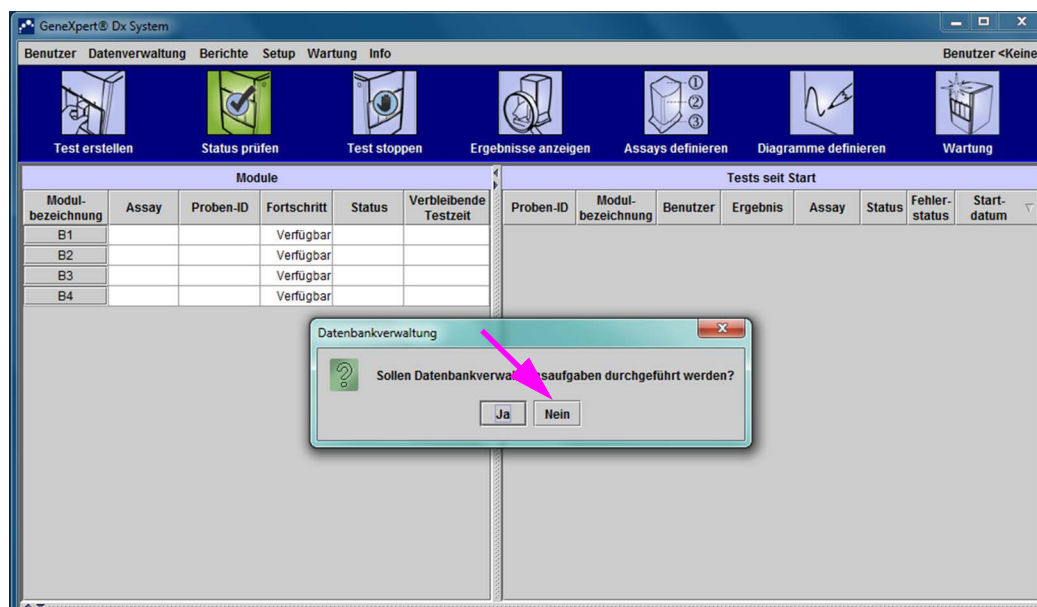

Abbildung 2-53. GeneXpert Dx System-Fenster mit überlagertem Dialogfeld „Datenbankverwaltung“
1. Klicken Sie im Dialogfeld „Instrumentenkennbuchstaben zuweisen“ auf **OK**, um die zugewiesenen Kennbuchstaben zu quittieren. Daraufhin schließt sich das Dialogfeld. Das Dialogfeld „Datenbankverwaltung“ wird angezeigt (vgl. Abbildung 2-53).